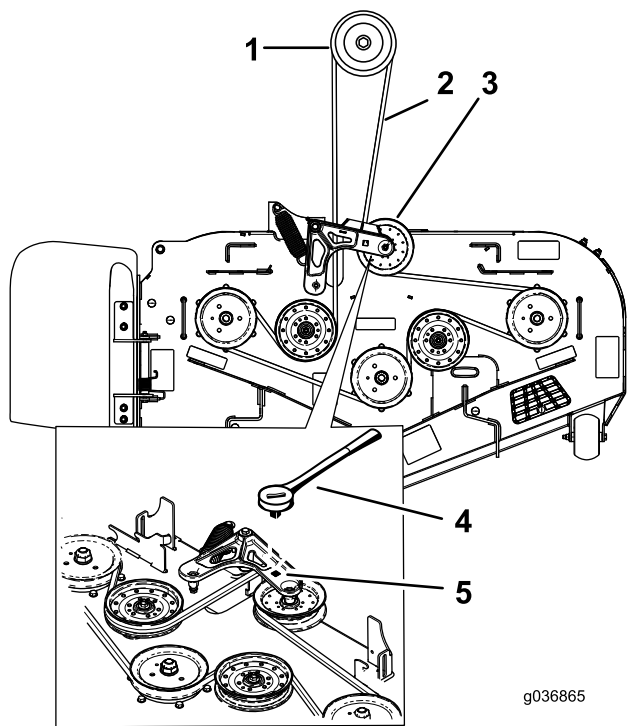

Figure 9
- Sur la machine, décrochez le ressort de la poulie de tension rappelée par ressort ; voir la Figure 7 ou la Figure 9.
Remarque: Pour les modèles de ventilateur 78404, 78405 et 78406, insérez un rochet dans le trou carré du bras de tension pour détendre le ressort de la poulie de tension (Figure 9).
9. Chaussez la courroie de plateau de coupe sur la poulie de tension rappelée par ressort (Figure 7 ou Figure 9).